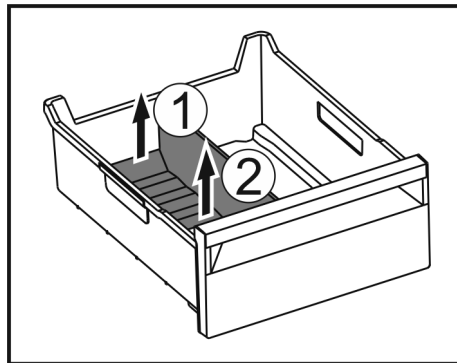

Fig. 131
- Hinteren Teil des Eisfach-Trenners anheben. Fig. 131 (1)
- Eisfach-Trenner nach oben entnehmen. Fig. 131 (2)